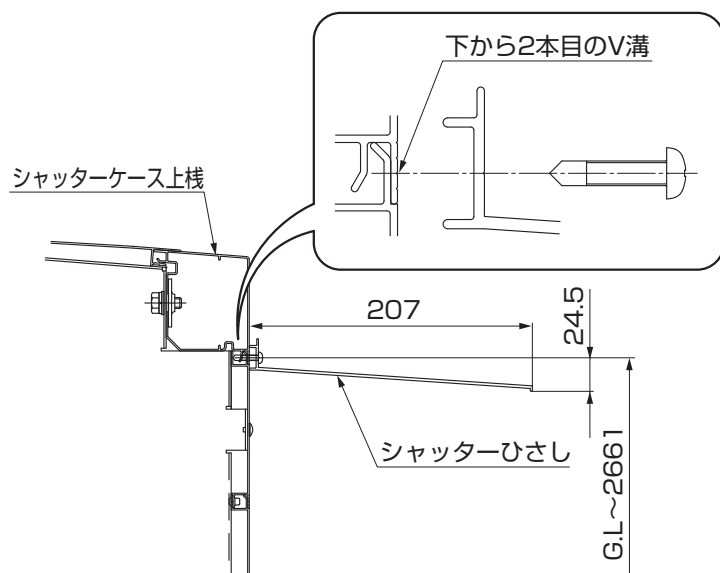

図4-2 シングルシャッターFタイプ
- シングルシャッターFタイプの場合はシャッターケース上棧の下から2本目のV溝に取付けてください。（図4-2参照）